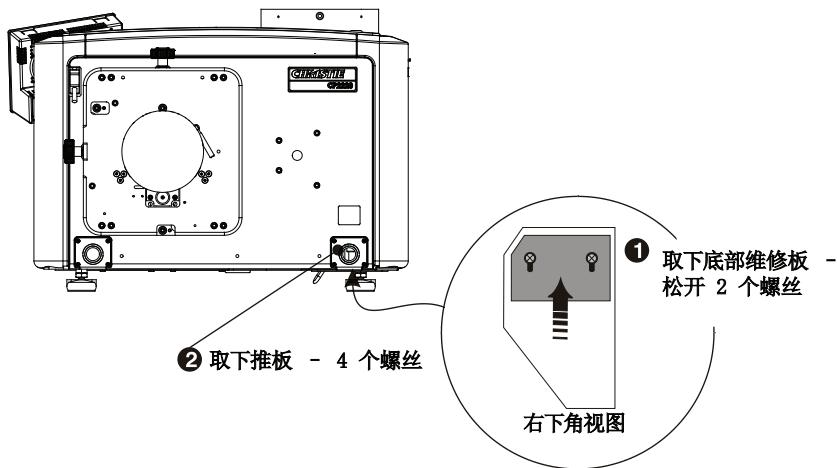

图 2-17
1. 一个小型电气维修板位于投影机面板的右上角。松开两个螺丝并向前滑动维修板即可露出其下的接线盒。图 2-17